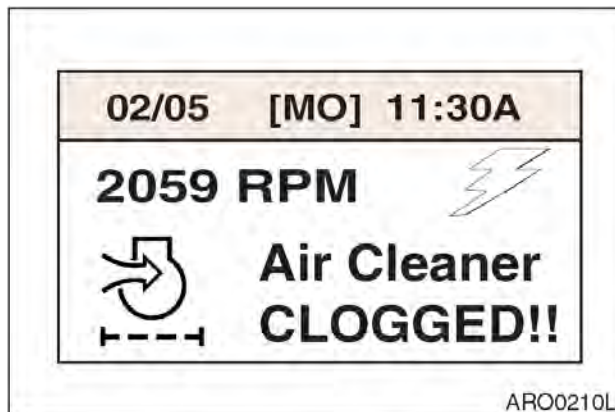

Рис. 42
**ПРИМЕЧАНИЕ:** *Если загорается индикатор (рис. 42) на приборной панели, воздухоочиститель нуждается в обслуживании.*